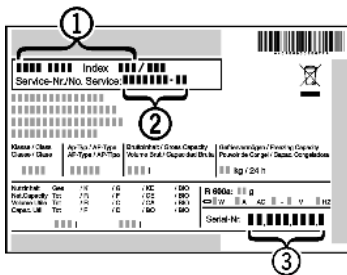

Fig. 15
- ▶ Očitajte naziv uređaja *Fig. 15 (1)*, servisni broj *Fig. 15 (2)* i serijski broj *Fig. 15 (3)* s tipske pločice. Tipska pločica nalazi se na lijevoj unutarnjoj strani uređaja.
- ▶ Obavijestite službu za kupce i javite im kvar, naziv uređaja *Fig. 15 (1)*, servisni broj *Fig. 15 (2)* i serijski broj *Fig. 15 (3)*.